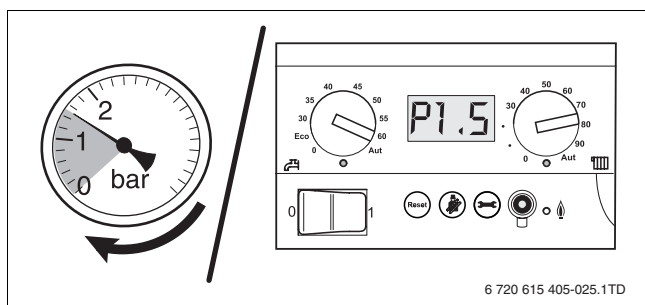

Fig. 51 Trykvisning analog/digital
- Aflæs driftstrykket på manometeret (→ fig. 51).